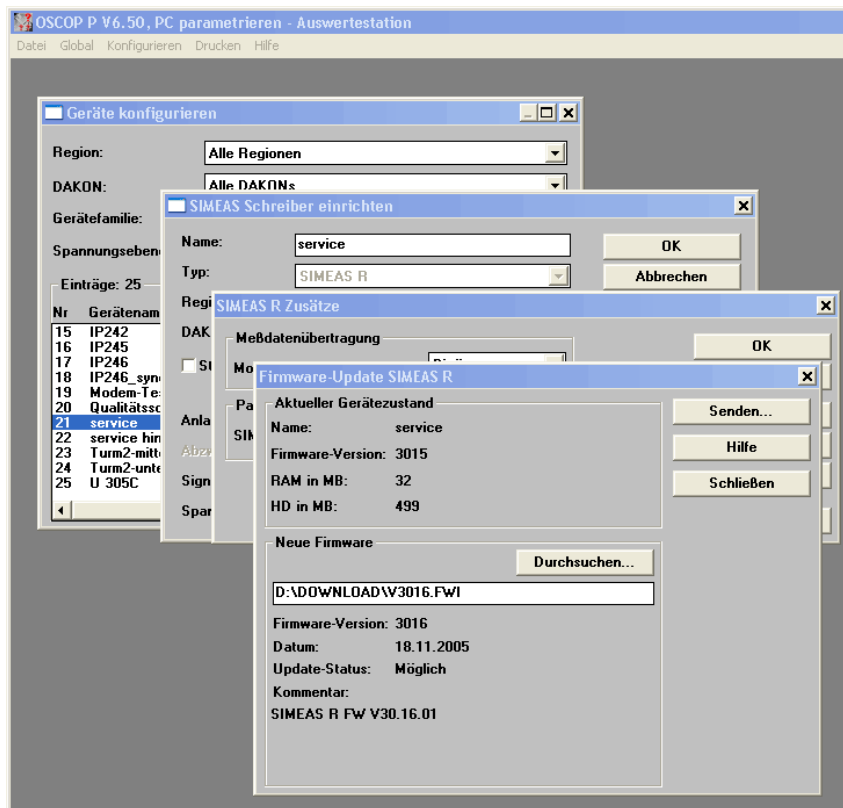

Abbildung 3: Firmware-Upgrade über OSCOP P mit Version 6.50.19
- Wählen Sie unter dem Menüpunkt **Konfigurieren** den Unterpunkt **Geräte**. Es erscheint ein Dialogfenster mit der Bezeichnung **Geräte konfigurieren** (vgl. Abbildung 3).
- OSCOP P verbindet sich automatisch mit dem Gerät und ermittelt die installierte Firmware-Version und den Speicherausbau. Gehen Sie in den Fensterbereich **Neue Firmware** und wählen Sie durch Betätigen des Funktionsknopfes **Durchsuchen...** die Datei V3016.FWI. (in Abbildung 3 D:\DOWNLOAD\V3016.FWI).